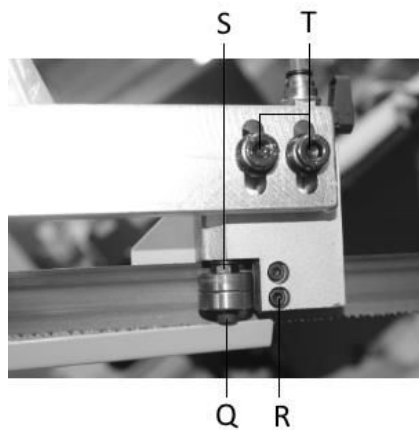

Рис.9
Отключите станок от источника питания. Ослабьте винты (Т, рис.9) и отрегулируйте направляющую таким образом, чтобы полотно было расположено с вертикальным зазором 0,1 мм. Затяните винты (Т). Ослабьте фиксирующие винты (Q) и отрегулируйте эксцентрикые втулки (S) таким образом, чтобы расстояние от полотна до ролика было 0,05 мм, а полотно находилось вплотную к неподвижному сухарю, рис. 9. Затяните фиксирующие винты (Q).